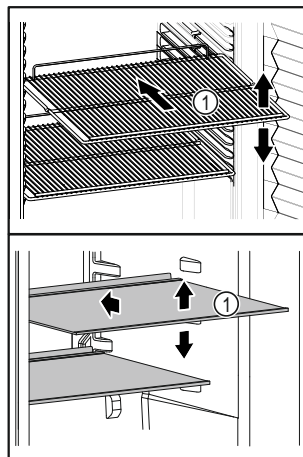

Fig. 63 Ενδεικτική απεικόνιση
- ❑ Εάν τα ράφια Fig. 63 (1) είναι ρυθμιζόμενα, προσαρμόστε τα ανάλογα με το ύψος.